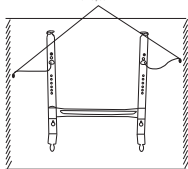
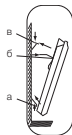

Рис. 5
Рис. 6
- поместить кронштейн на стену и закрепить его (рис. 5);
- закрепить прибор на кронштейне необходимо следующим образом (рис. 6):
- наденьте на кронштейн нижнюю часть конвектора при помощи специальных отверстий, расположенных в нижней части конвектора (рис. 6, а);
- придерживая конвектор рукой, закрепите гибкие растяжки (рис. 5) расположенные на кронштейне, в специальных прямоугольных отверстиях на конвекторе (рис. 6, б);
- наденьте верхнюю часть конвектора на кронштейн, зафиксировав его при помощи защелок на кронштейне (рис. 6, в);